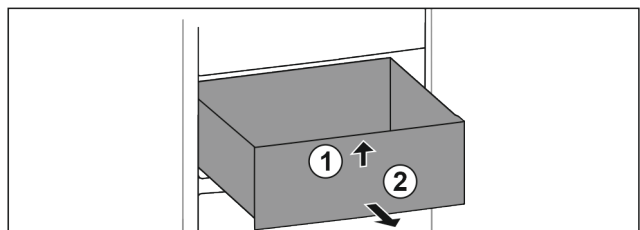

Fig. 191
- ▶ Приподнимите выдвижной ящик спереди. Fig. 191 (1)
- ▶ Извлеките выдвижной ящик движением вперед. Fig. 191 (2)